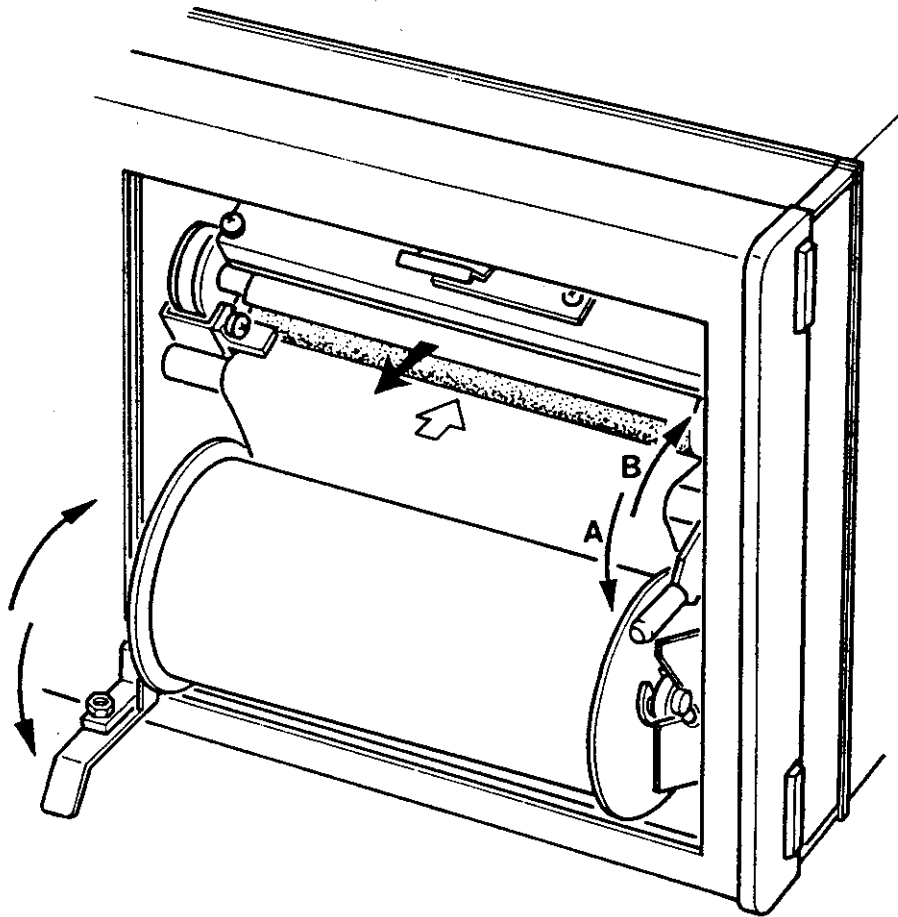

図 9-7 プリンタ用紙セットの際の注意
- ④ ロール軸をロール軸受にセットして、プリンタ用紙脱着レバーを矢印 **B** の方向に押します。次に、プリンタ用紙の先端を紙切れ検出装置のすき間に通し、プリンタ用紙挿入口から挿入してヘッド部分から約 10 cm 出るようにプリンタ用紙をセットして下さい。
- ⑤ ヘッド部分から出ているプリンタ用紙を引きながら、ロール軸受とプリンタ用紙挿入口の間にたるみがないか確認して下さい。プリンタ用紙交換後は必ずたるみがあるので〔図9-7〕のような操作を行ない、用紙を張りのある状態にセットして下さい。